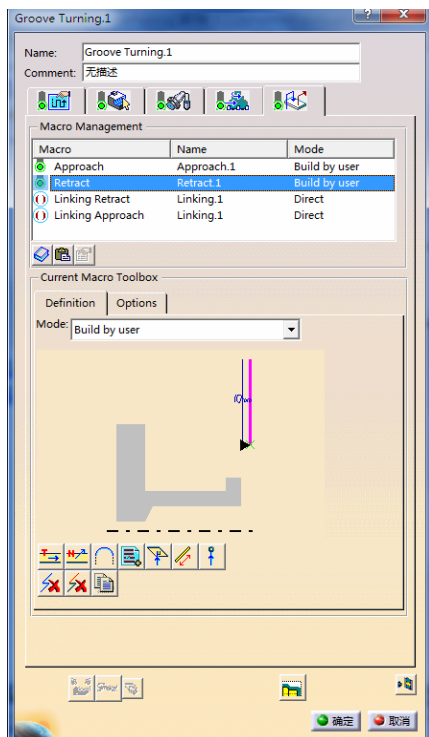

图 6-66 设置“Retract”参数(4)
- 在“Macro Management”区域的列表框中选择“Retract”，单击鼠标右键，在弹出的快捷菜单中选择 Activate 命令，在“mode”下拉列表中选择“Build by user”，然后单击 Remove all motion 按钮和 Add Horizontal motion 按钮，设置“Retract”参数（4）如图 6-66 所示。